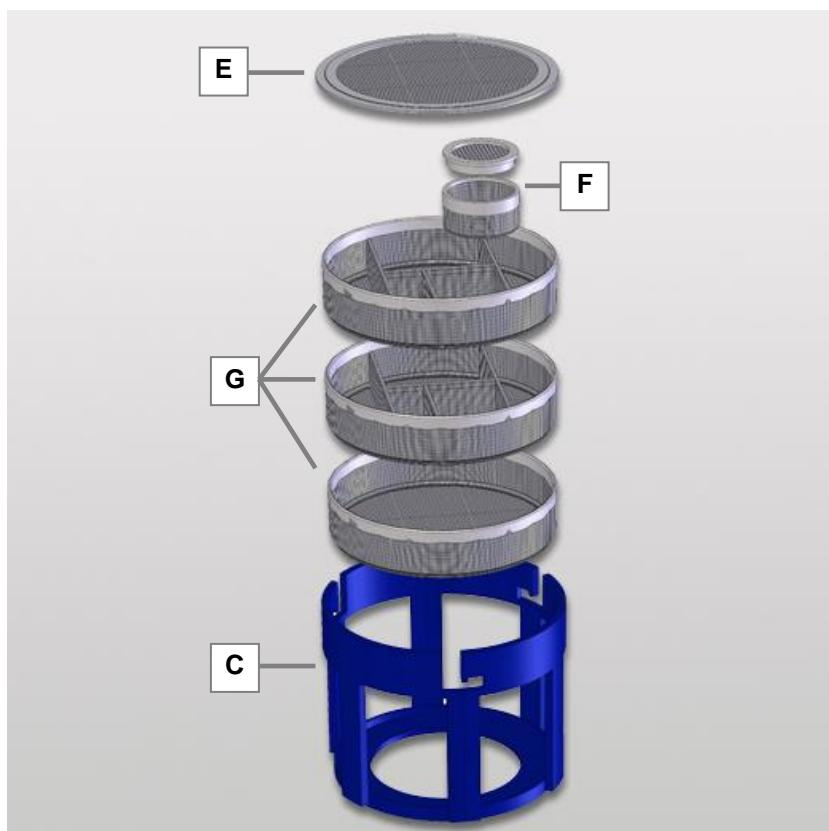

Fig. 6.2.2. Portacestas con insertos de cesta
- Cargar los insertos de cesta** Los insertos de cesta (*Fig. 6.2.2.G.*) y la cápsula de tamiz opcional (*Fig. 6.2.2.F.*) poseen un diseño diferente para poder alojar las distintas piezas del reloj. Durante la carga, preste atención a introducir las piezas sensibles con el cuidado correspondiente en las subdivisiones adecuadas de la cesta.
- Cargar la cesta de limpieza** Vuelva a apilar los insertos de cesta cargados en el portacestas (*Fig. 6.2.2.C.*).
¡Es imprescindible que coloque la tapa de tamiz (*Fig. 6.2.2.E.*) en la posición superior!